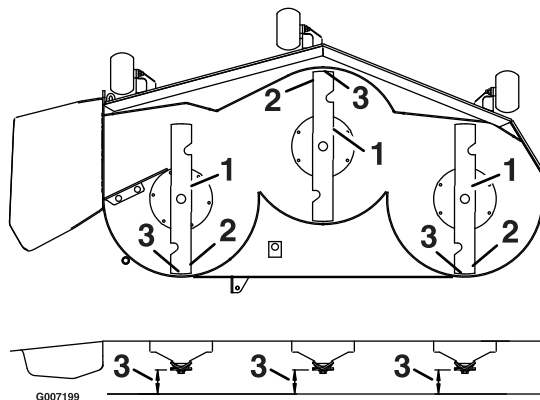

Figura 39
1. Gire las cuchillas hasta que los extremos estén orientados hacia adelante y hacia atrás (Figura 39). Mida desde una superficie nivelada hasta el filo de las cuchillas. Anote esta dimensión.